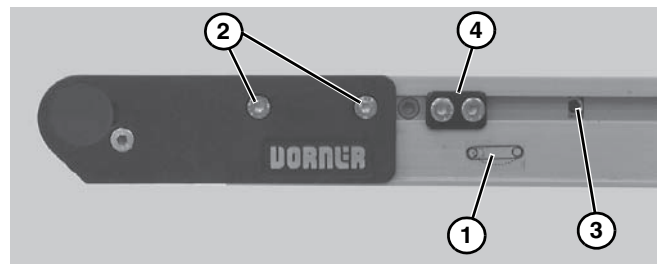

Figure 25
- Sur l'extrémité de tension du convoyeur, identifiée par une  étiquette (**Figure 25, item 1**) : Des deux côtés du convoyeur, dévissez les vis de fixation (**Figure 25, item 2**) et faites pivoter le pignon (**Figure 25, item 3**) afin d'ajuster l'assemblage de plaque supérieure.
3. Après avoir ajusté le tensionnement correct, resserrez les vis de fixation (**Figure 25, item 2**) des deux côtés du convoyeur à une valeur de 7 Nm.
4. Si le convoyeur est équipé d'assemblages de centrage des cames (**Figure 25, item 4**), positionnez-le contre les plaques supérieures puis ajustez le centrage de la courroie. Reportez-vous à "Centrage de la courroie du convoyeur", page page 13.